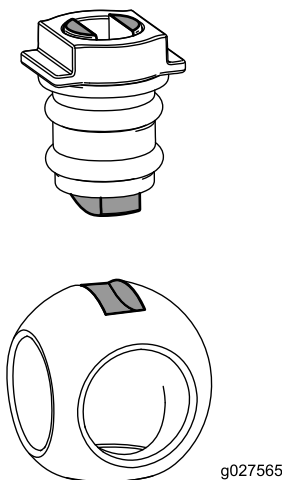

Figure 125
6. Insérez la bille dans le corps de la vanne (Figure 125).
**Remarque:** La tige de la vanne doit entrer dans la fente d'entraînement de la bille. Si la tige de la vanne ne rentre pas, ajustez la position de la bille (Figure 125).